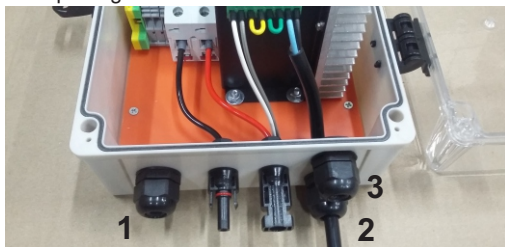

Figura 12: Passagem do cabo pelo prensa cabo n°2
- Leve os cabos do automático de nível inferior até o quadro com inversor de frequência FAMAC SOLAR, passe pelo prensa cabo n°2 (Figura 12), verifique se a passagem ficou vedada.